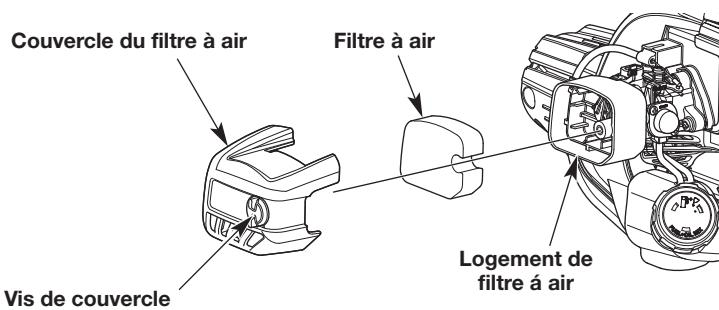

Fig. 14
- Ouvrez le couvercle du filtre à air en desserrant la vis du couvercle (Fig. 14).
- Retirez le filtre à air du logement du filtre à air (Fig. 14).
- Réinstallez le filtre à air dans le logement du filtre à air (Fig. 14).